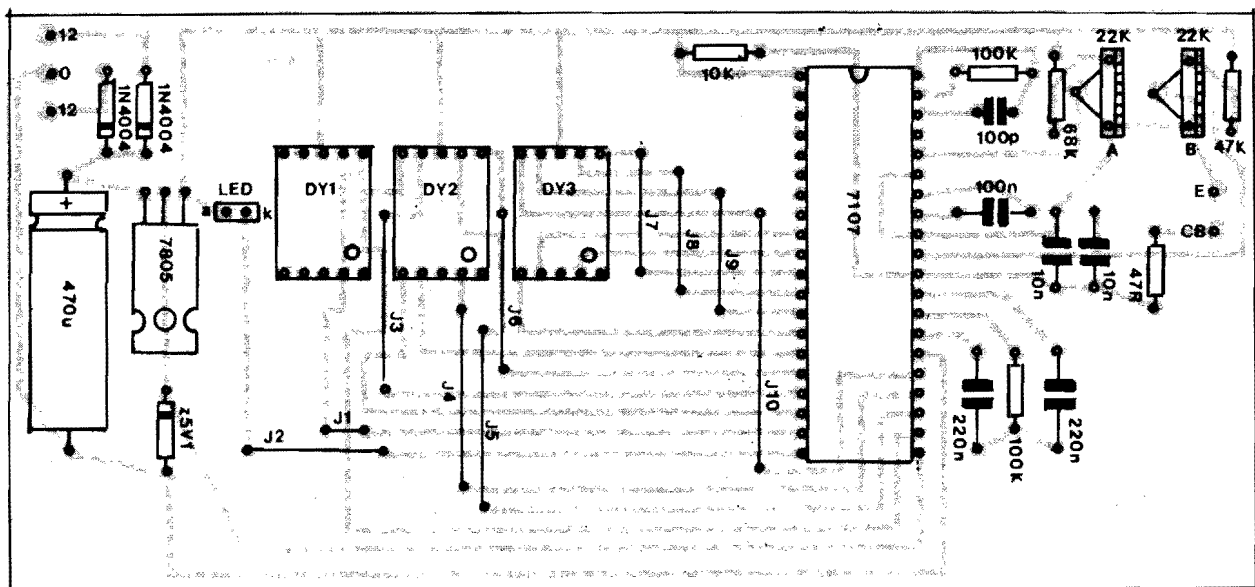

Fig. 5
- FIG. 5 - "CHAPEADO" DA MONTAGEM - A placa, agora vista pelo seu lado não cobreado traz a indicação visual, claramente estilizada (dentro das normas adotadas por A.P.E., com as quais Vocês, Leitores/Hobbystas, já estão acostumados...) de todos os componentes, identificados pelos seus códigos, valores, polaridades e outras características... O importante, mesmo, é observar o posicionamento dos componentes **polarizados**: o "Integrado" 7107 deve ficar com sua extremidade "marcada" situada entre os resistores de 10K e 100K, os três **displays** devem ser inseridos na placa, de modo que os "pontos decimais" fiquem no canto inferior direito... Os diodos, inclusive o **zener**, devem ser posicionados considerando a "direção" da extremidade marcada com um anel ou faixa... A polaridade do capacitor eletrolítico deve ser observada... A inserção e o posicionamento do Integrado 7805 também merecem atenção (na placa, depois de ter seus terminais devidamente soldados e dobrados, ele fica com a sua "costa" metálica voltada para cima...). Quanto ao LED, seus